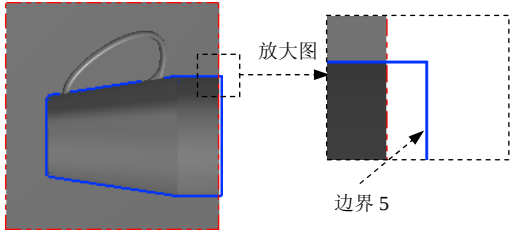

图 21.35 边界 5
Step5. 绘制边界 5。单击顶视图  按钮, 选择下拉菜单  绘图 →  L 任意线 →  E 绘制任意线 命令, 绘制图 21.35 所示的线。单击  按钮, 完成直线的绘制。